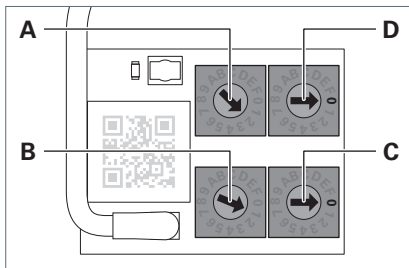

Fig. 8: Schwarmsteuerung deaktivieren, am TALK Modul.
- Stellen Sie die beiden Drehcodierschalter **A** und **B** auf eine beliebige Bereichsadresse, die **nicht** 00 ist, siehe Fig. 8.